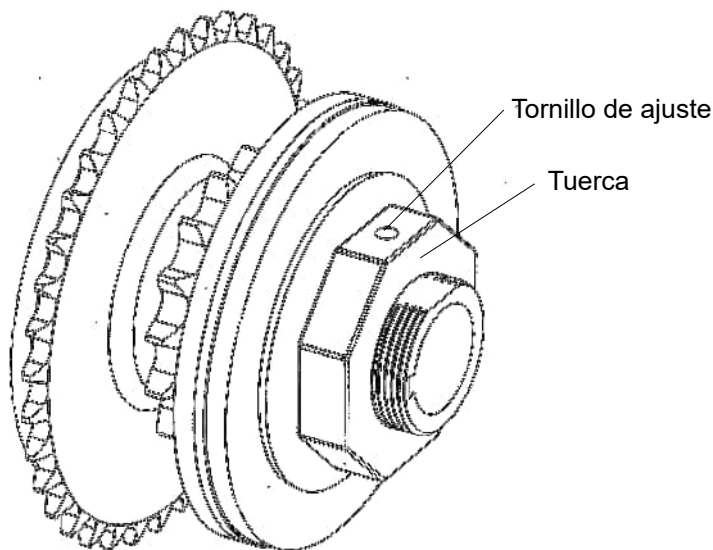

Figura 40 - Ajuste del embrague
1. Aflojar el tornillo de ajuste, consultar la Figura 40.